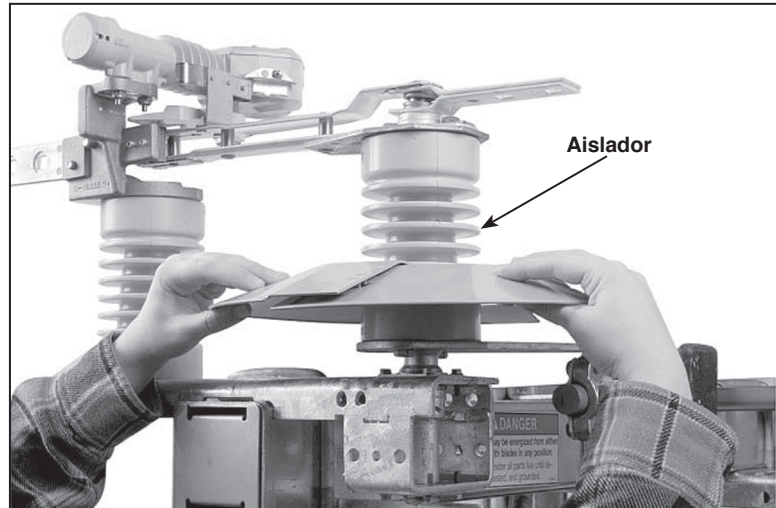
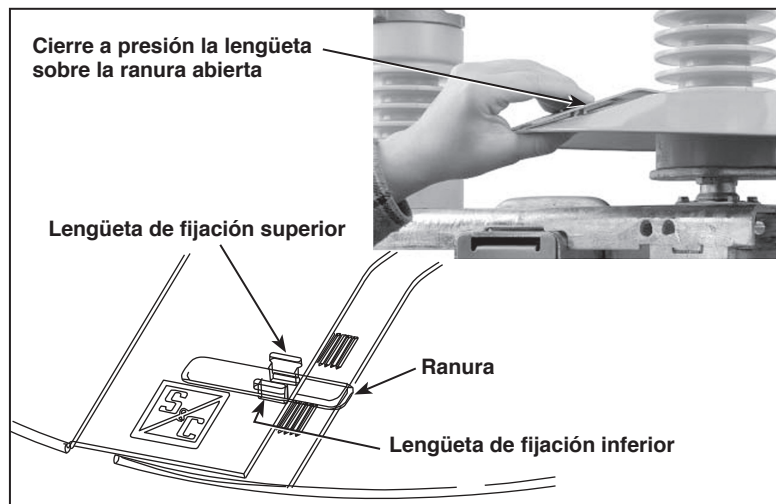

Figura 10. Ponga las mitades del disco alrededor del aislador.
Figura 11. Cierre a presión la lengüeta de fijación sobre la ranura abierta.
- a. Para ensamblar los discos, ponga el disco alrededor del aislador en el extremo de la navaja del interruptor. Ver Figura 10. Después, inserte las lengüetas de fijación de la mitad del disco en la ranura abierta de la otra mitad para crear un acomodo seguro que se traslape. Repita dicho procedimiento en el lado opuesto del disco. Cuando las mitades se ensamblen correctamente, el logo de S&C aparecerá en la parte superior del disco en ambos lados. Ver Figura 11.
- c. Empuje ambas mitades del disco juntas hacia el aislador de tal manera que el disco quede lo más apretado posible contra el aislador. Ver Figura 12. Cierre a presión la lengüeta de fijación superior para que quede firme en su lugar. Ambas lengüetas deben salir por la ranura abierta, tal y como se muestra en la Figura 11.